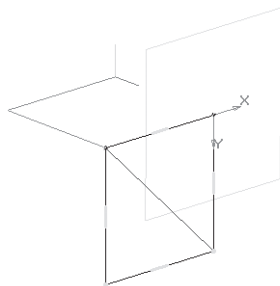

Рис. 415
- измените стиль линии – **Основная** и с помощью отрезка достройте эскиз направляющей (**Ортогональное черчение** – отключите) – рис. 415;